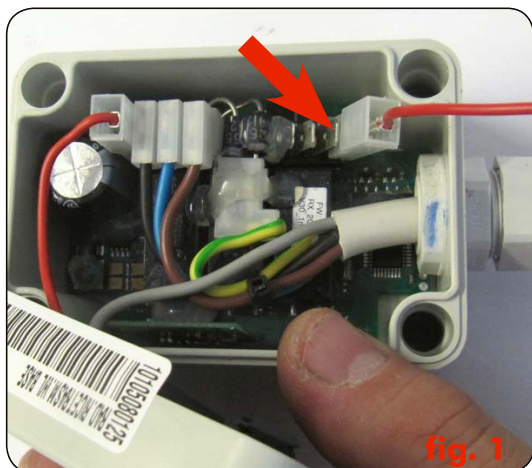
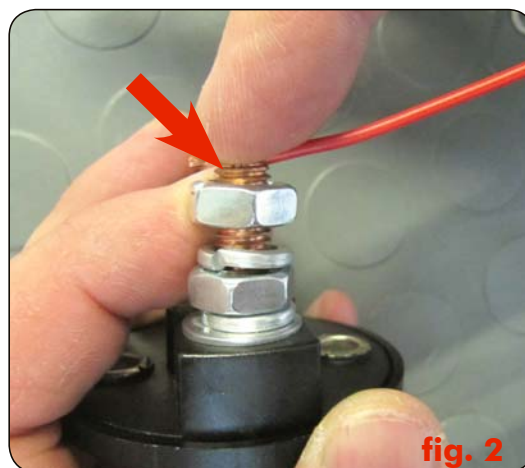

fig. 1
fig. 2
3. Con un conduttore elettrico collegare il faston sulla scheda ricevitore in posizione 1 (vedi dettaglio fig. 1) e al positivo dello staccabatteria (vedi dettaglio fig.2).
5. Togliere il conduttore elettrico dal faston 1 (vedi dettaglio fig. 1) del ricevitore e dal positivo sul teleruttore motore.